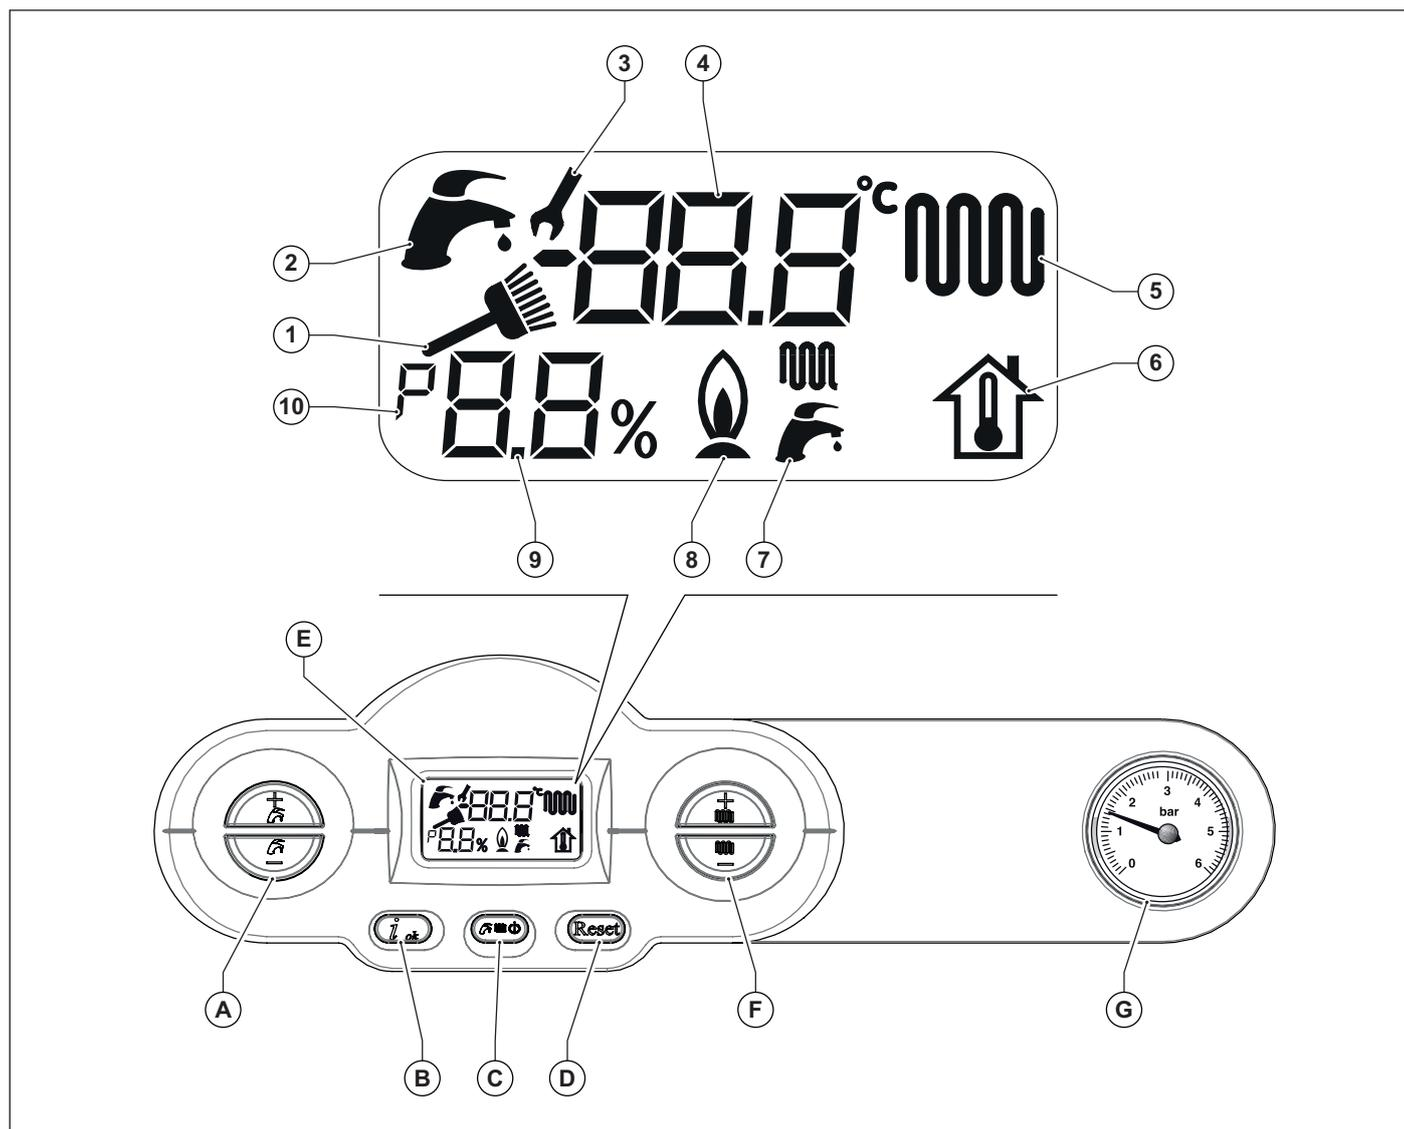

Fig. 1 Panneau de commande
- Choisir le système de fonctionnement de la chaudière: OFF/ÉTÉ/HIVER/CHAUFFAGE (voir touche (C) en Fig. 1 Panneau de commande à la page 7).